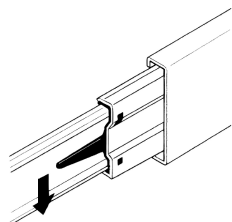
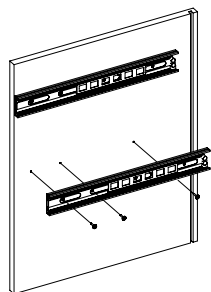

Рис.3
Рис.4
- Отсоедините от основания телескопических направляющих внутренние планки, отогнув пластиковый рычажок фиксатора (Рис. 3). Основания телескопических направляющих закрепите на деталях 2, 3 винтами М5х8 (Рис. 4). **!!!** Приложите телескопическую часть отверстиями к отверстиям на боковине комода, чтобы они были отцентрованы относительно друг друга. Вкрутите винты М5х8 с помощью шуруповерта, приложив немного усилий. **Внимание:** винт М5х8 должен заходить с натягом для максимально плотной фиксации телескопических направляющих.